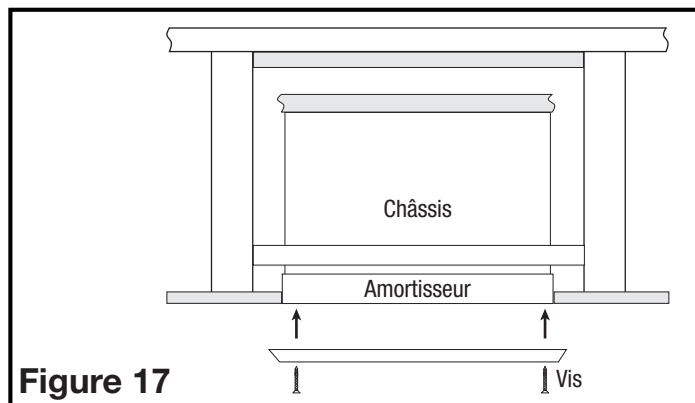

Figure 17
- Une fois que l'amortisseur de plafond est installé et fixé, positionnez la grille du ventilateur en métal en alignant les deux trous de la grille du ventilateur avec les deux trous extrudés sur le cadre de l'amortisseur de plafond. Utilisez les deux vis n° 8 x 1 po restantes pour fixer la grille sur le ventilateur (**Figure 17**).